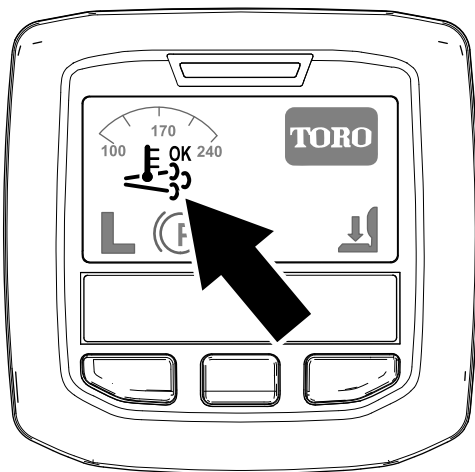

Figure 44
- L'icône de régénération assistée/commandée s'affiche dans l'InfoCenter (Figure 44).